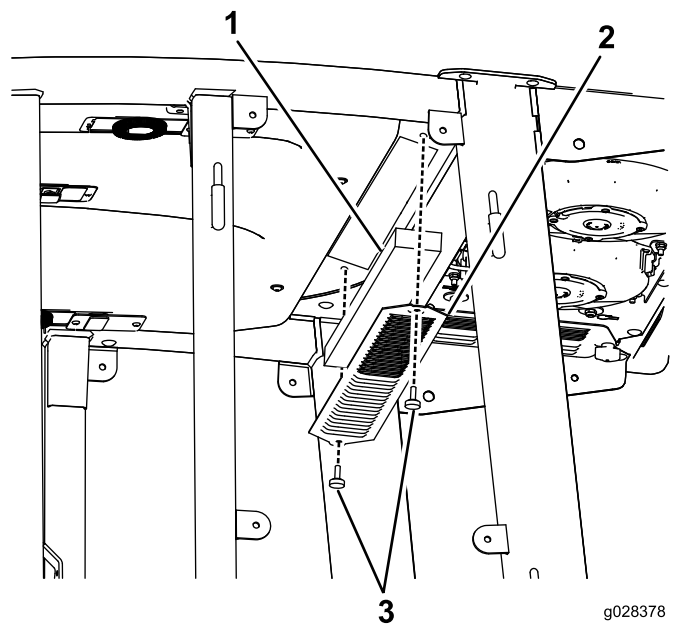
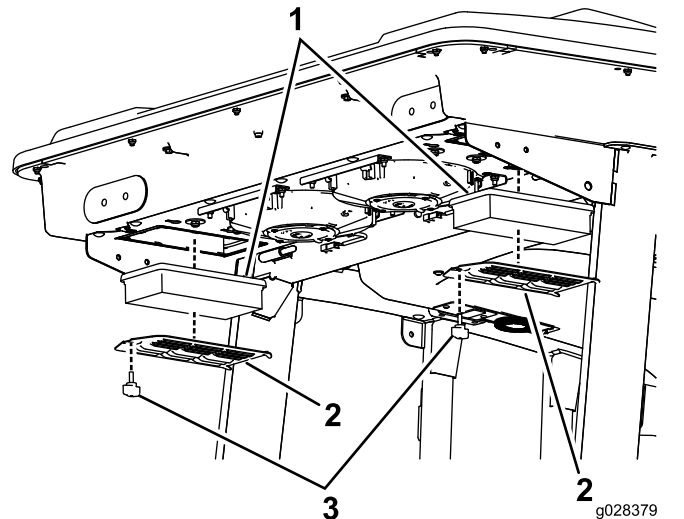
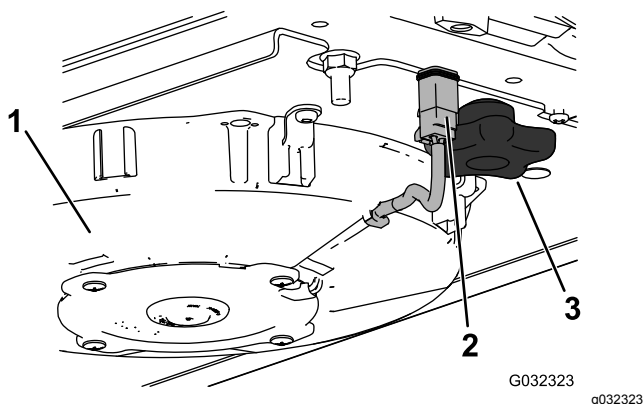
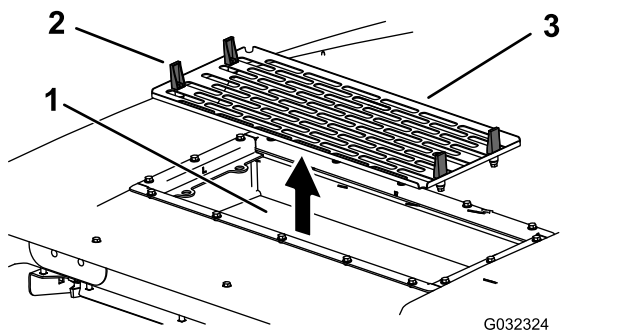

Figura 148
Figura 149
Figura 150
Figura 151
1. Rimuovete le viti e le griglie sia dal filtro dell'aria interno alla cabina, sia da quello sulla parte posteriore della cabina (Figura 148 e Figura 149).
2. Scollegate il filo per ciascuna ventola (Figura 150).
4. Aprite i 4 fermi sul gruppo dell'aria condizionata e rimuovete la griglia (Figura 151).
5. Togliete i filtri dell'aria (Figura 149).
7. Installate i filtri dell'aria, la griglia e il gruppo ventola (Figura 149, Figura 150 e Figura 151).
8. Collegate il filo per ciascuna ventola (Figura 150).